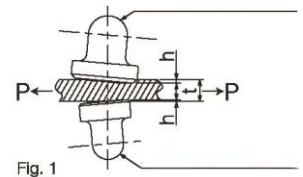

Fig. 1
1. Die lastwirksamen Punkte an der Schraubenkappe und am Klemmteller sind halbkugelförmig. Dementsprechend dreht sich die Klemme selbst bei der kleinsten Bewegung synchron zur Last und kippt nach vorn, wobei die Zähne die abgehangene Last verkanten (siehe Abb. 1).
6. Das verwendete System mit halbkugelförmigen W-Klemmtellern bewirkt, dass die Klemme von beiden Seiten in die Last einschneidet (siehe Abb. 1).
1. Aussehen und Funktion (Beschädigungen am Gehäuse, Zustand der Schraube, Drehung und Neigung der Schraubenkappe und des Klemmtellers, Verschleiß und Zusetzung der Zähne usw.). Siehe Abb. 1 und Punkt 2 unter "Sicherheitshinweise".